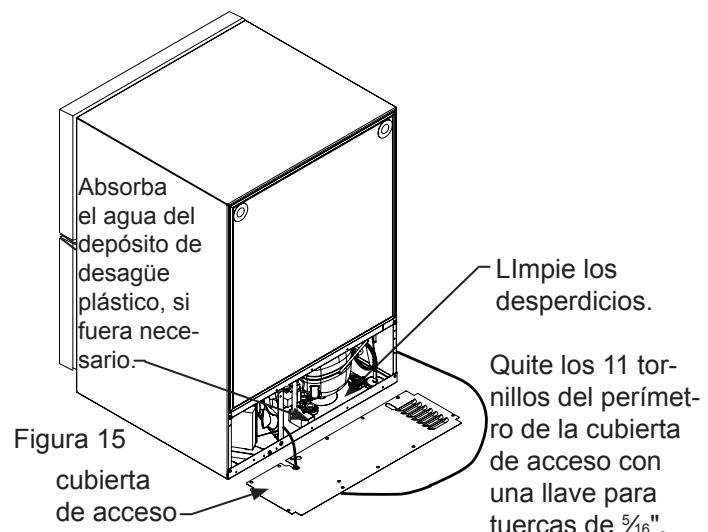

Figura 15
10. Quite la cubierta de acceso posterior (vea la Figura 15) y limpie la suciedad y desperdicios del compartimiento de la máquina mediante un cepillo y una aspiradora.